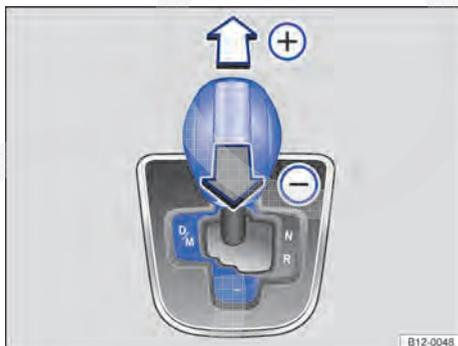

Fig. 88 Alavanca seletora na posição Tiptronic.
- Mover a alavanca seletora para frente **+** ou para trás **-** para aumentar ou reduzir a marcha → Fig. 88.